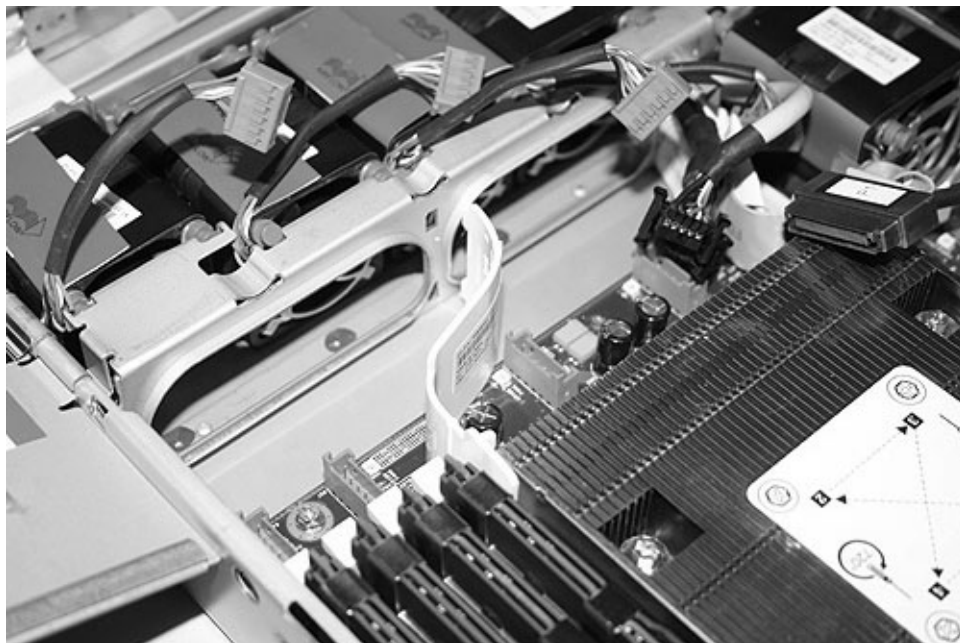

図 300. SAN ボリューム・コントローラー 2145-8G4 システム・ボードの右のエア・バッフル
9. 右側エア・バッフルを交換します (338 ページの図 300 を参照)。